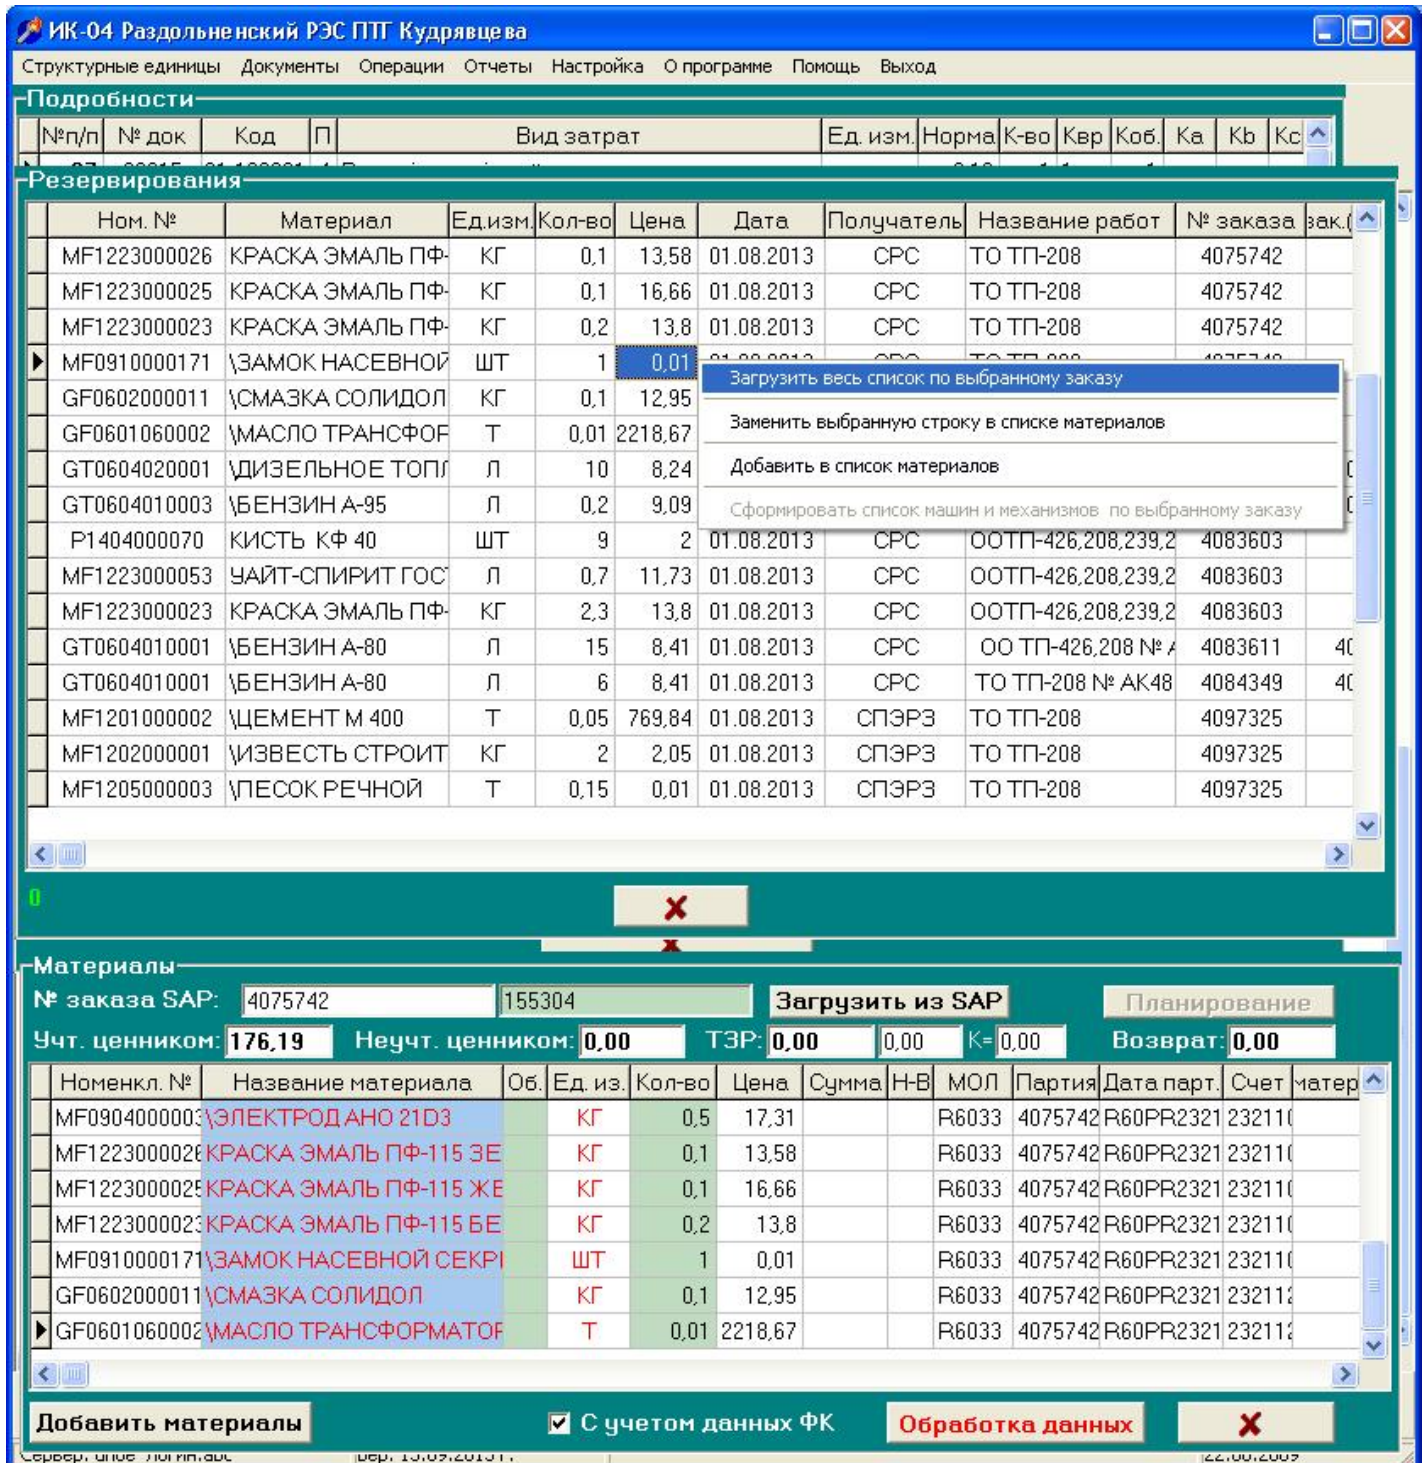

Рис.3.
3.4. При работе с таб. «Материалы» предусмотрена возможность замены всего списка нормативных материалов списком зарезервированных материалов. Для этого во всплывающем меню необходимо выбрать пункт **Загрузить весь список по выбранному заказу** (рис.3).